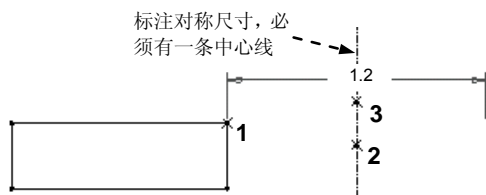

图 4.9.6 对称尺寸的标注
Step2. 选择点 1, 再选择对称中心线上的任意一点 2, 再次选择点 1; 中键单击位置 3 以放置尺寸(图 4.9.6)。